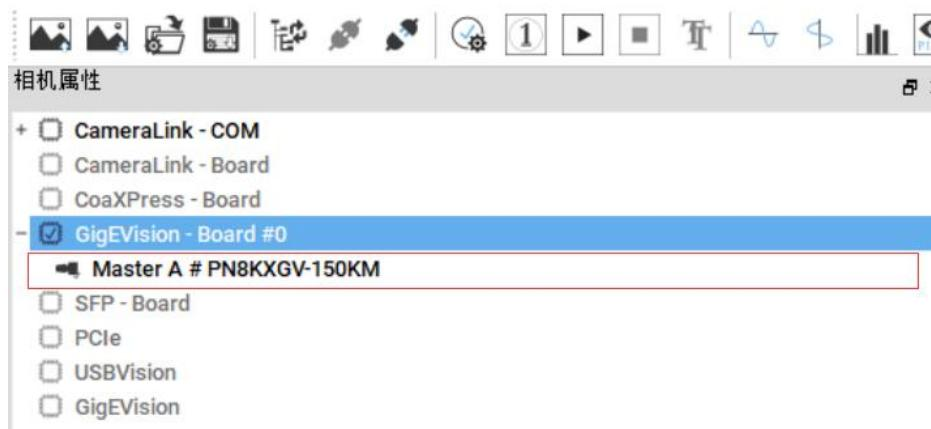

图 2.1-2 打开相机
- (3) 打开 IKapCViewer ->点击扫描相机图标->双击 GigEVision-Board#0 ->双击 PN8KXGV-150KM 进入配置界面。如图 2.1-2 所示。注意：如果相机扫描时未识别到相机，有较大可能为网线、电源线松动。